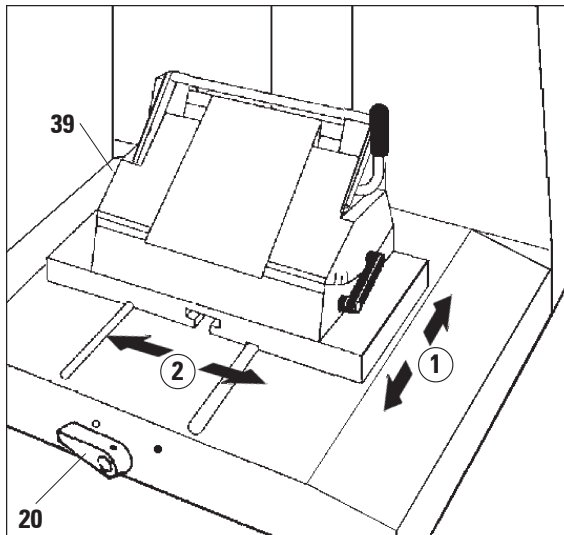

Fig. 26
- Drei klemhåndtaket (20, Fig. 26) foran på mikrotomsokkelen mot klokka for å frigjøre klemmekanismen.
- Lås klemmekanismen ved å dreie håndtaket (20) med klokka.